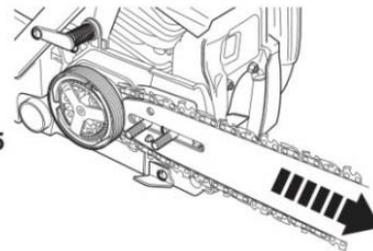

Fig. 8
8. Tirez le guide-chaîne (13) avec précaution vers la droite pour serrer la chaîne (14) (Fig. 8).